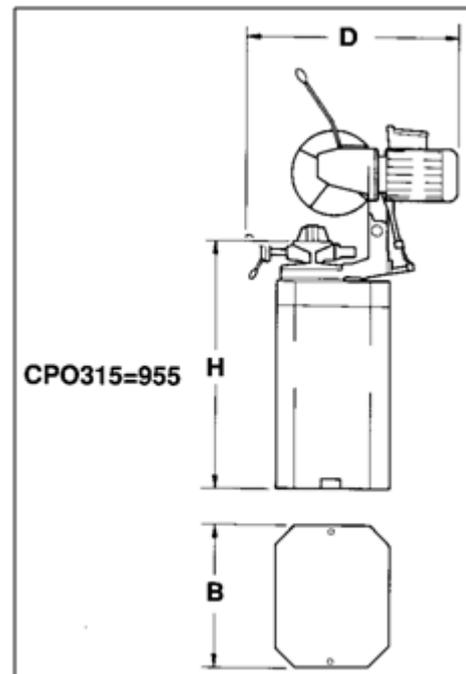

Abb. 2.01
2.2 Übersicht und Skizze mit Abmessungen (siehe Abb. 2.01)